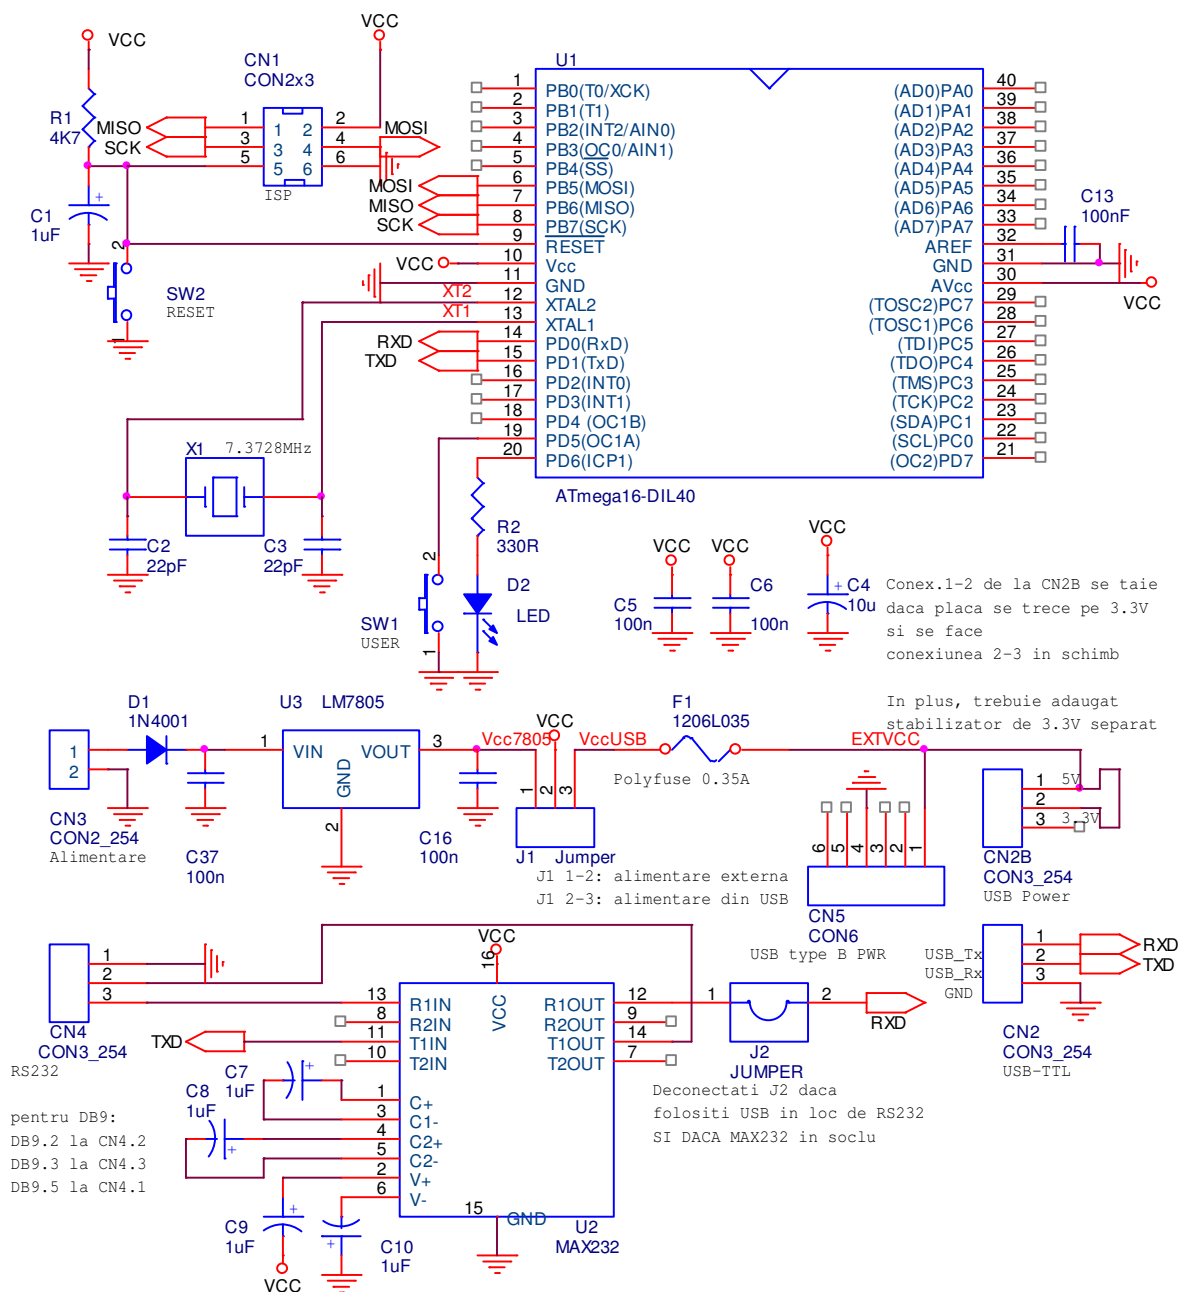

Fig. 1 Schema machetei
Schema din fig. 1 cuprinde componentele comune, care se vor regăsi pe toate machetele de proiect, indiferent de teme; la ele se vor adăuga conectorii și componentele specifice. R1, C1 formează circuitul de “power-on reset”. În momentul aplicării Vcc, C1 este descărcat și “trage” linia RESET\* în “0”, resetând procesorul. Ulterior, condensatorul se va încărca prin R1 și linia va sta în “1” (procesul este asimptotic, dar sfârșitul încărcării se consideră după un timp aproximativ egal cu  $5R_1C_1$ ). Acest reset este necesar pentru a asigura pornirea în bune condiții a procesorului; în lipsa lui, tensiunile tranzitorii care apar în momentul alimentării pot duce la ajungerea procesorului într-o stare incertă. Practic, linia RESET\* e ținută în “0” un timp semnificativ mai lung decât are nevoie sursa de alimentare să intre în regim staționar.
Schema din fig. 1 este deja rutată pe un PCB ca în fig. 2. Fiecare pin liber al uC este adus la un pad adiacent liber, de unde se poate conecta, folosind un fir, la componente adiționale, care se pot lipi în zona de paduri libere (de tip placă de test). Spațierea padurilor libere este 100mils (2,54mm), permițînd plasarea oricăror piese și chiar circuite integrate DIP standard, și de asemenea sînt prevăzute locuri cu paduri spațiate la 50 mils (1,28mm) pentru eventuale circuite integrate în capsulă SO/.050, respectiv (pe spate) paduri pentru un circuit integrat cu terminale spațiate la 1mm.
**Observație 1:** dacă dorim alimentarea plăcuței din USB (la 5V), *trebuie mutat jumperul J1* de pe fig. 1 în poziția 2-3, pentru a nu mai avea stabilizatorul 7805 în circuit, întrucât un stabilizator nu este proiectat să primească tensiune din exterior pe pinul 3 (de ieșire din stabilizator) și se poate defecta.